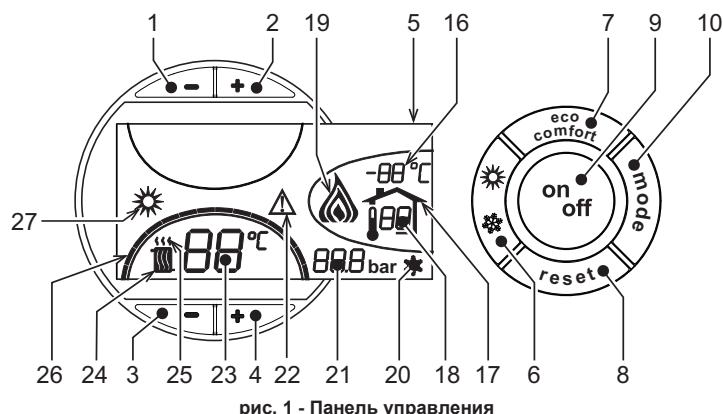
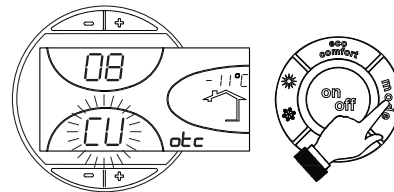
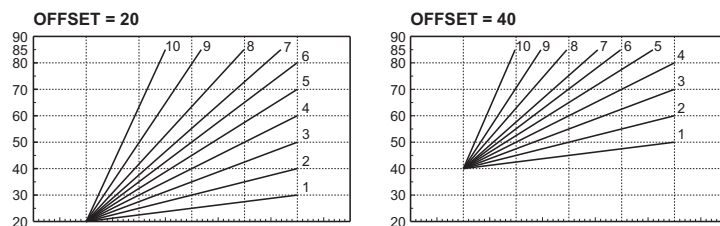

рис. 1 - Панель управления
рис. 9 - Кривая погодозависимого регулирования
рис. 12 - Пример параллельного смещения кривых погодозависимого регулирования
Нажмите клавишу **on/off** (поз. 9 - рис. 1) в течение 1 секунды.
Для повторного включения котла снова нажмите клавишу **on/off** (поз. 9 рис. 1) в течение 1 секунды.
- Нажмите кнопку ВКЛ/ВЫКЛ (9 - рис. 1)
Нажмите клавишу **Лето/Зима** (поз. 6 - рис. 1) на 1 секунду.
На дисплее высвечивается символ "Лето" (поз. 27 - рис. 1). При этом котел будет вырабатывать только воду для ГВС. Остается активной система защиты от замерзания.
Для выключения режима "Лето" вновь нажмите клавишу **Лето/Зима** (Поз. 6 - рис. 1) на 1 секунду.
Температура в системе отопления регулируется в пределах от 30°C до 80°C с помощью клавиш (дет. 3 и 4 -)рис. 1.
Температура в системе ГВС регулируется в пределах от 10°C до 65°C с помощью клавиш (поз. 1 и 2 - рис. 1).
При установке внешнего датчика (опция) на дисплей панели управления (поз. 5 -) выводится рис. 1 текущая внешняя температура, измеряемая этим датчиком. При этом система управления котлом работает в режиме "Плавающая температура". В этом режиме температура воды в системе отопления регулируется в зависимости от внешних климатических условий с тем, чтобы обеспечить максимальный комфорт и экономию энергии в течение всего года. В частности, при увеличении температуры наружного воздуха уменьшается температура подаваемой в систему отопления воды в соответствии с определенной "характеристикой компенсации".
В режиме плавающей температуры величина, заданная с помощью клавиш регулировки отопления (поз. 3 и 4 - рис. 1), становится максимальной температурой воды системы отопления. Рекомендуется устанавливать ее на максимальную величину, чтобы позволить системе выполнять регулировку во всем полезном рабочем диапазоне.
При однократном нажатии на клавишу **Режим** (поз. 10 - рис. 1) отображается фактическая компенсационная кривая (рис. 9), которую можно изменить с помощью **клавиш системы ГВС** (поз. 1 и 2 - рис. 1).
При нажатии **клавиш регулировки температуры отопления** (поз. 3 и 4 - рис. 1) обеспечивается доступ к режиму параллельного изменения кривых (рис. 12), изменяемого с помощью **клавиш системы ГВС** (поз. 1 и 2 - рис. 1).
При повторном нажатии клавиши **Режим** (поз. 10 - рис. 1) осуществляется выход из режима регулировки параллельных кривых.
Если к котлу подключено устройство дистанционного управления с таймером (опция), вышеописанные регулировки производятся в соответствии с указаниями, приведенными в таблица 1. При этом на дисплее пульта управления (поз. 5 - рис. 1) высвечивается температура в помещении, измеряемая устройством дистанционного управления.
Выбор режимов ECO/COMFORT	При выключении режима ГВС с пульта ДУ котел переходит в режим "Эко-поту". В этих условиях клавиша 7рис. 1 - на панели котла отключена. При включении режима ГВС с устройства ДУ с таймером котел устанавливается в режим Comfort. В этих условиях с помощью клавиши 7рис. 1 - на панели управления котла можно выбрать любой из этих двух режимов.